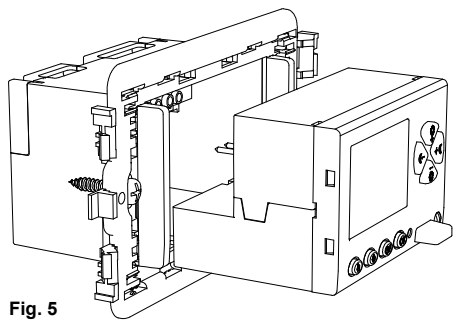

Fig. 5
5. Inserire il corpo del cronotermostato al fondo, Fig. 5.